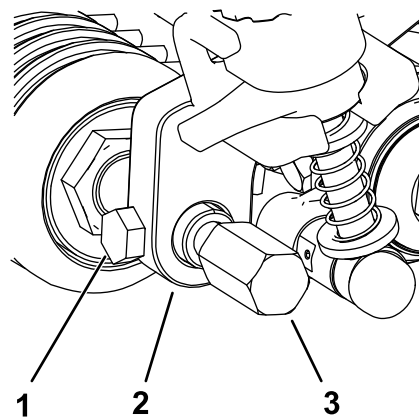

Figura 21
5. Inserite e centrate l'albero del rullo anteriore tra le staffe di regolazione dell'altezza di taglio e fissatelo con le 2 viti di montaggio rimosse dalle vecchie staffe (Figura 21).
6. Applicare le protezioni del groomer su uno dei lati dell'albero del rullo anteriore (Figura 21).